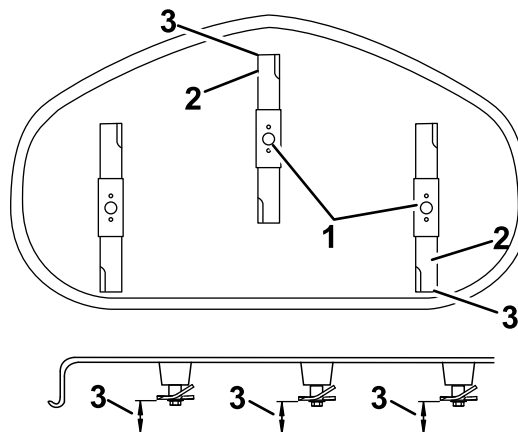

Figure 59
4. Faites pivoter les lames avec précaution pour faire passer les pointes avant à l'arrière (Figure 59).
5. Mesurez la distance entre la pointe de la lame avant et la pointe de la lame arrière par rapport à la surface plane (Figure 59).
4. Une fois le réglage effectué, vérifiez à nouveau l'inclinaison avant/arrière des lames; continuez d'ajuster l'écrou jusqu'à ce que la pointe avant de la lame soit de 1,6 à 8 mm (1/16 à 5/16 po) plus bas de la pointe arrière (Figure 59).